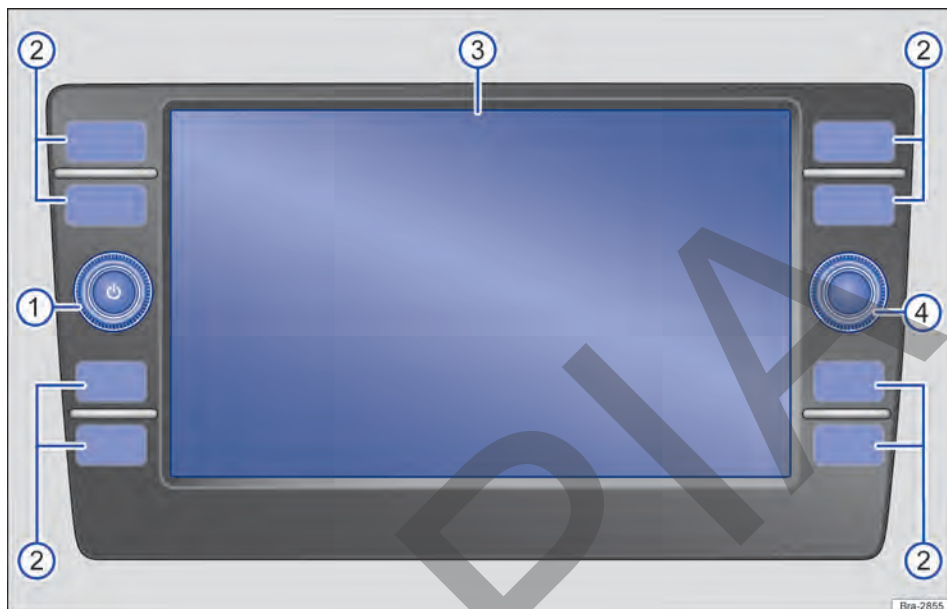

Fig. 113 Cuadro general de mandos.
El equipo está disponible en distintas versiones, que se distinguen por el rótulo y la función de las teclas de la radio → fig. 113 ②.